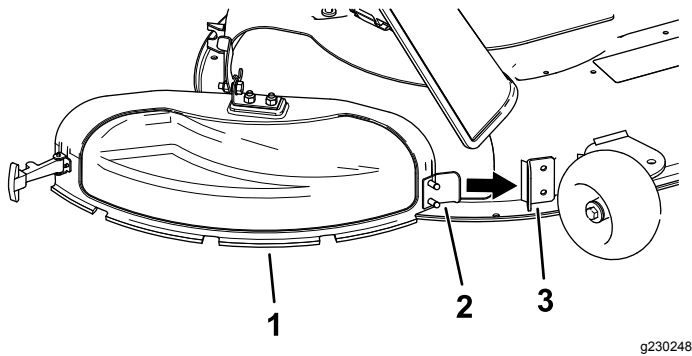

Bild 13
3. Winkeln Sie die Metallnase an der Auswurfkanalabdeckung im Schlitz in der Halterung ab, die am Mähwerk angeschweißt ist (Bild 13).